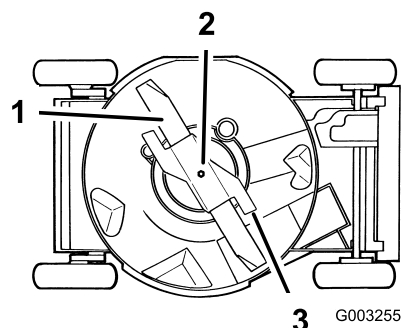

Figura 31
4. Vuelque el cortacésped hacia su lado **derecho** (Figura 31).
Sujete el extremo de la cuchilla usando un paño o un guante grueso. Retire el perno de la cuchilla, la arandela de freno, el acelerador y la cuchilla (Figura 31).